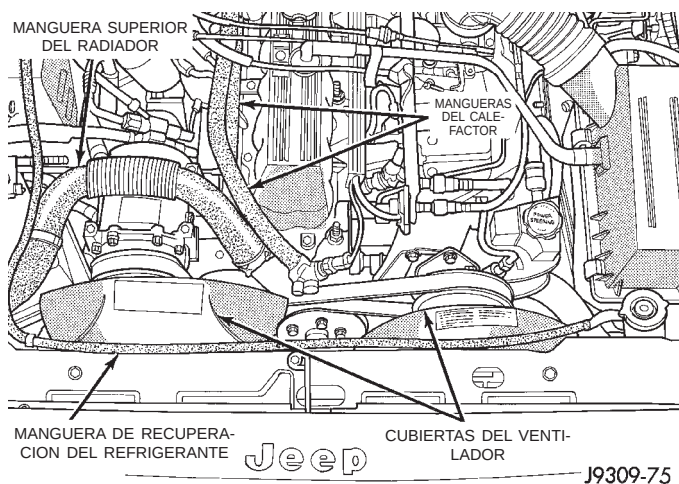
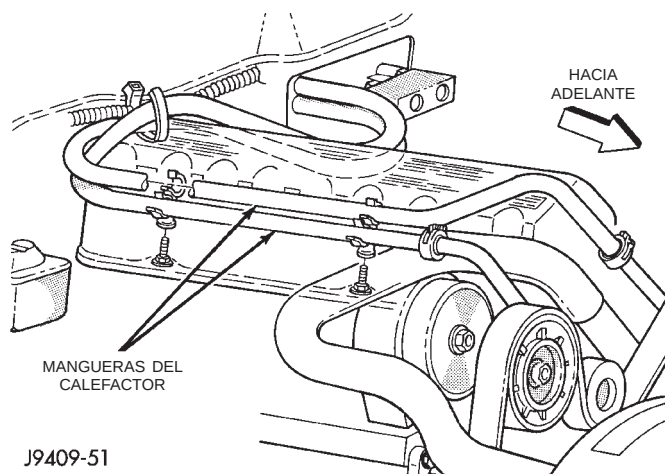

Fig. 27 Manguera superior del radiador, manguera de recuperación de refrigerante, cubiertas del ventilador y mangueras del calefactor
Fig. 28 Mangueras del calefactor (vehículo con volante a la derecha)
(3) Retire el conjunto del depurador de aire.
(4) Afloje el grifo de drenaje del radiador y el tapón del radiador para drenar el refrigerante. NO desaproveche el refrigerante reutilizable. Si la solución está limpia, drene el refrigerante dentro de un recipiente limpio para su reutilización.
(5) Retire la manguera inferior del radiador.
(6) Retire la manguera superior del radiador y la manguera de recuperación de refrigerante (Fig. 27).
(7) Retire los pernos de retención del soporte superior del radiador y retire el soporte del radiador.
(8) Retire la cubierta del ventilador (Fig. 27) y el ventilador eléctrico de refrigeración.
(9) Desconecte la tubería del enfriador del líquido de la transmisión (transmisión automática).
(10) Desconecte el conector del cable del conmutador del ventilador del radiador.
(12) Retire el radiador o el radiador y el condensador (si el vehículo está equipado con A/A).
(13) Retire el conjunto del ventilador de la polea de guía.
(14) Desconecte las mangueras del calefactor de la caja del termostato y la bomba de agua (Fig. 27), (Fig. 28).
(15) Desconecte el cable de la mariposa del acelerador.
(16) Desconecte el cable del control de velocidad (si está equipado).
(17) Desconecte el cable de presión de funcionamiento (si el vehículo está equipado con transmisión automática).
(18) Desconecte el mazo del inyector de combustible en la inyección.
(19) Desconecte la conexión eléctrica del distribuidor y el conector del conmutador de presión de aceite.